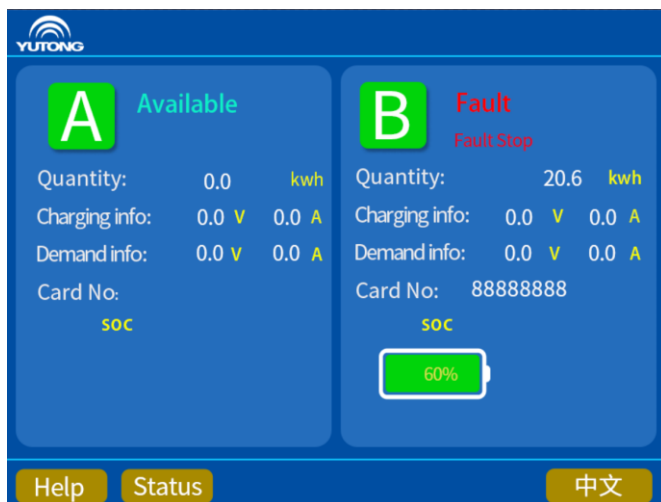

Рис. 13 Интерфейс неисправностей
2) Интерфейс неисправности зарядки показана на рис. 13.